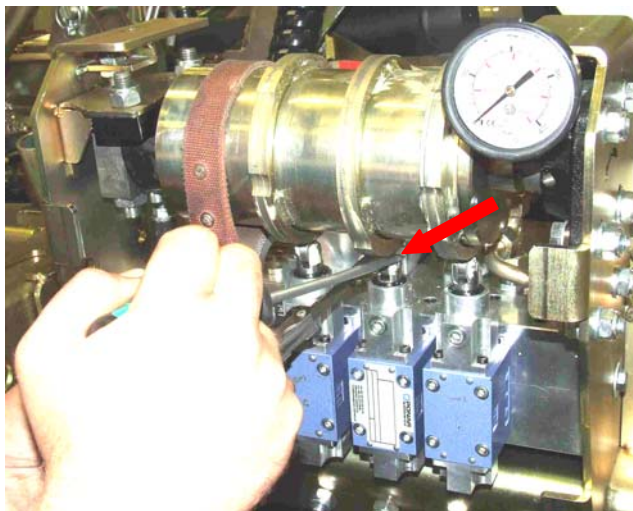

Fig.7
7. Paina vipua ruuvimeisselillä vähän alas, niin että painemittari liikuu hieman sisälle: 0,15 mm → Fig. 7